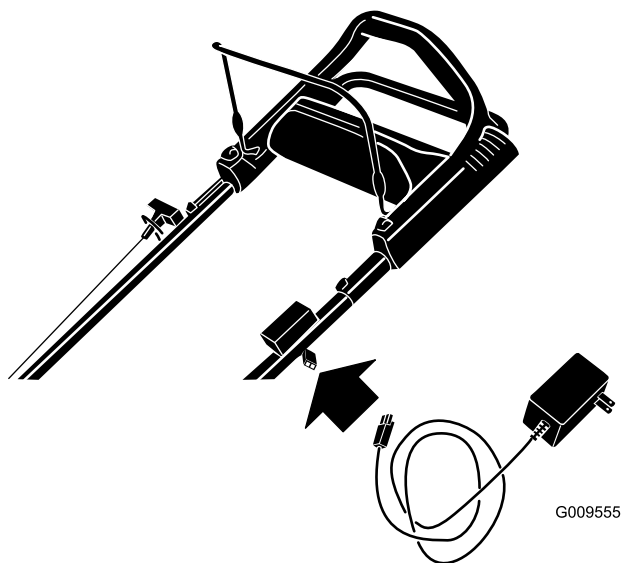

Figure 39
1. Branchez le chargeur au faisceau de câblage de la tondeuse situé sous la clé de contact (Figure 39).